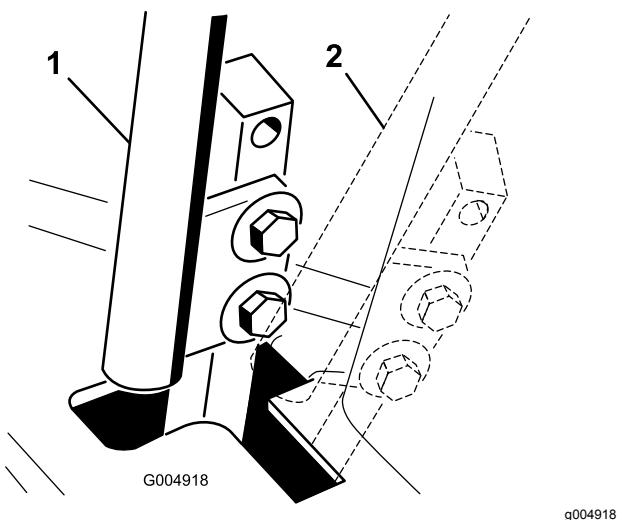

Figura 50
4. Mettete la leva di controllo in posizione di FOLLE senza bloccarla (Figura 50).
6. Controllate dove la leva di controllo corrisponde alla tacca nella console (Figura 50).